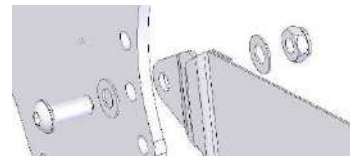

Figura 5-144
- El cinturón pélvico puede ajustarse, también, en el agujero C atendiendo a las necesidades del usuario. (Figura 5-144). En este caso, deberán cambiarse el tornillo y la tuerca que trae el cinturón de serie por un tornillo de M6 y su tuerca correspondiente. (Figuras 5-143 y 5-145).